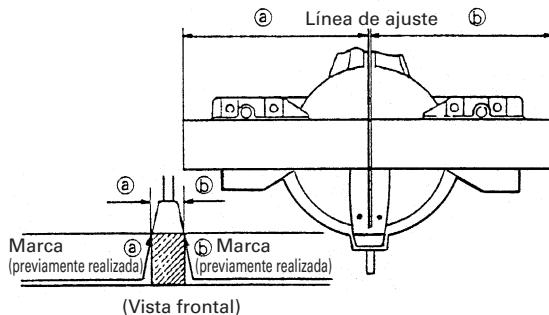

Fig. 26
- (1) Como se muestra en la Fig. 26, la anchura de la hoja de sierra es la de corte. Por lo tanto, deslice la pieza de trabajo hacia la derecha (vista desde la posición del operador) cuando desee la longitud b, o hacia la izquierda cuando desee la longitud a.